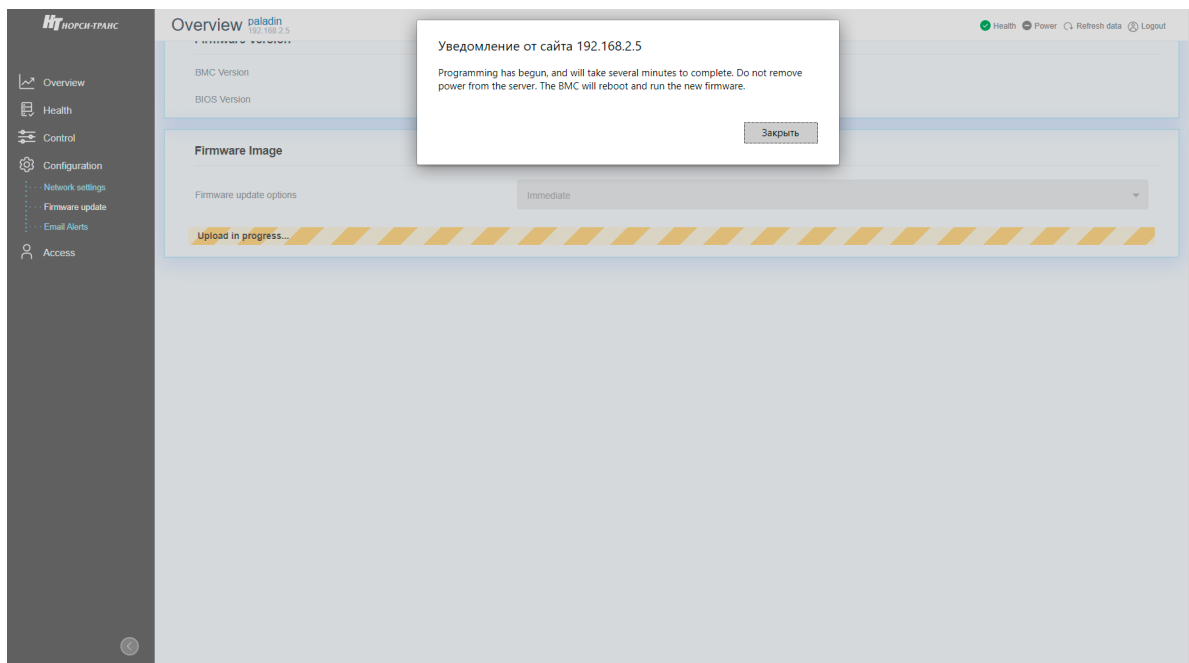

Рис. 80. Окно с уведомлением о завершении установки обновления BMC
- 7) После обновления BMC появится сопутствующая надпись об успешном завершении обновления. Окно показано на рис. 80 Окно с уведомлением о завершении установки обновления BMC